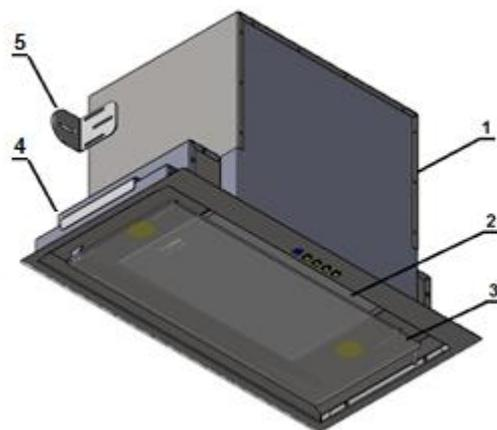
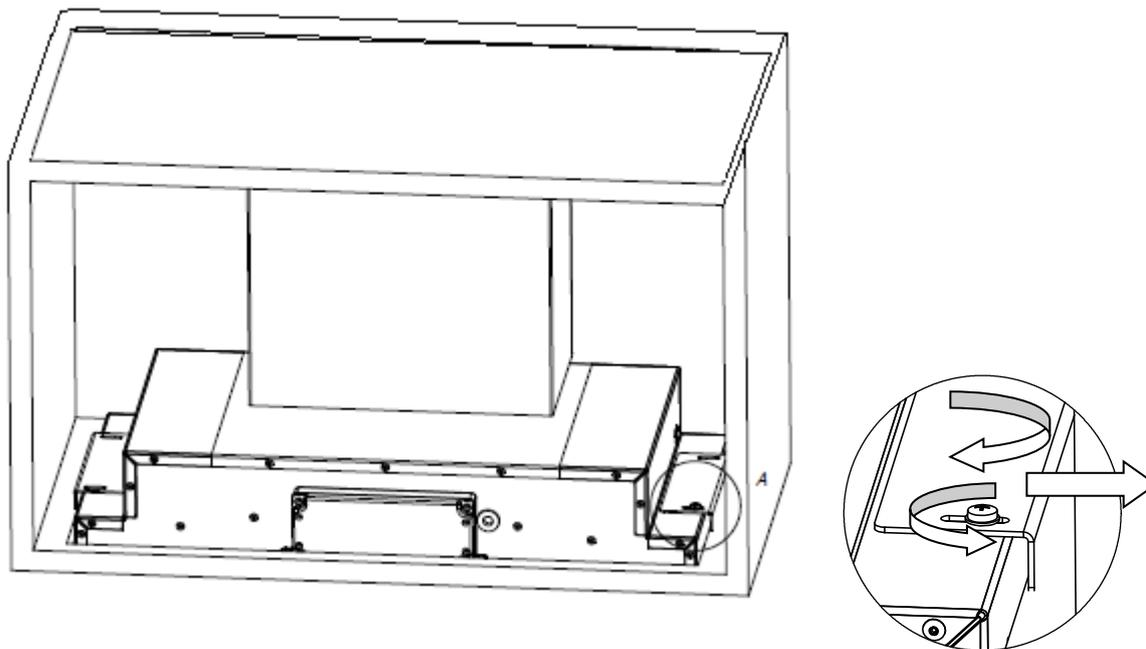
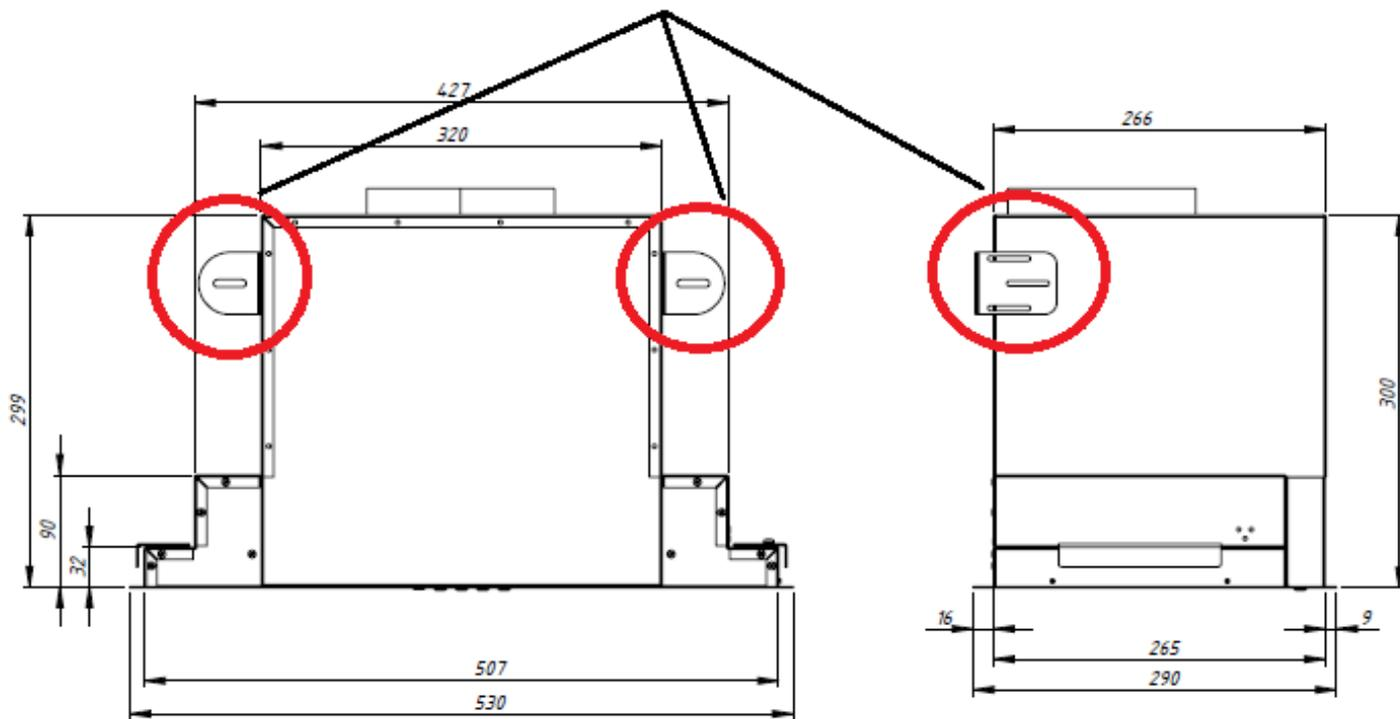

Рис. 1
Рис. 3
Рис. 4
КОМПЛЕКТУЮЩИЕ ДЛЯ СБОРКИ (рис. 1)
4. Отвинтить 4 винта М4х10 и выдвинуть крепежные пластины (4) (рис. 1) в сторону стенок шкафов, пока не зайдут на дно шкафчика. Затем плотно затянуть болты (рис. 3).
5. Вытяжку можно прикрутить также к задней стенке шкафчика с помощью кронштейнов (5) (рис. 1), которые входят в комплект (рис. 4).